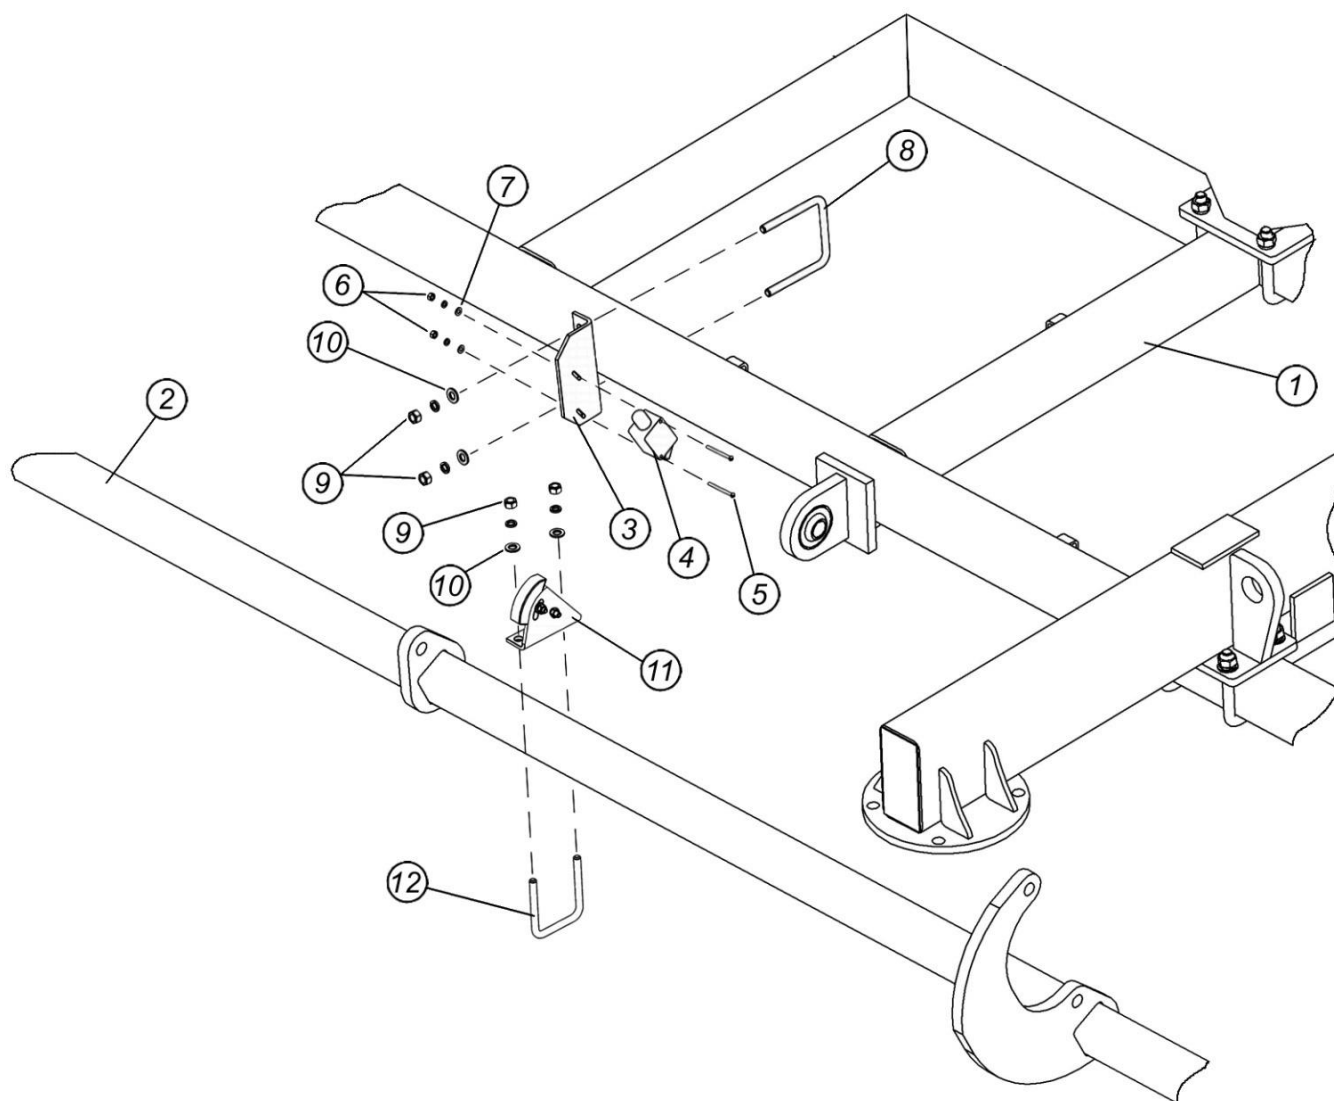

Рис.7.1.12. Датчик подъема сошников
7.1.12. Датчик подъема сошников (рис.7.1.12)